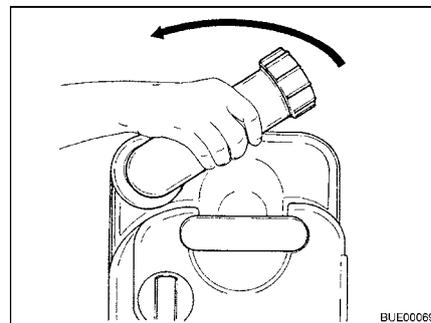

Fig. 270 Tourner la tubulure d'évacuation
- Tourner la tubulure d'évacuation vers le haut (Fig. 270).